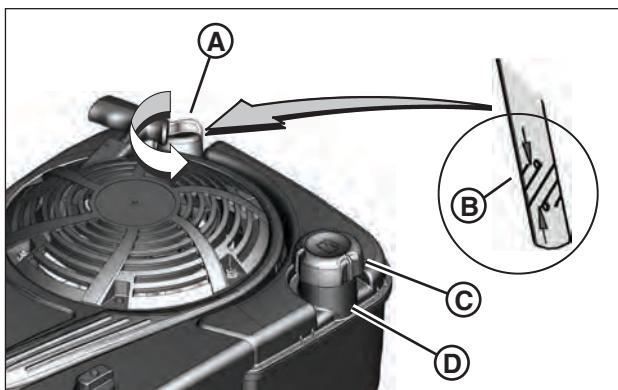

Figure 2 : Remplissage d'huile et de carburant
- Enlever la jauge d'huile (**A**, **Figure 2**) et l'essuyer avec un linge propre.
- Enlever le bouchon du réservoir de carburant (**C**, **Figure 2**).